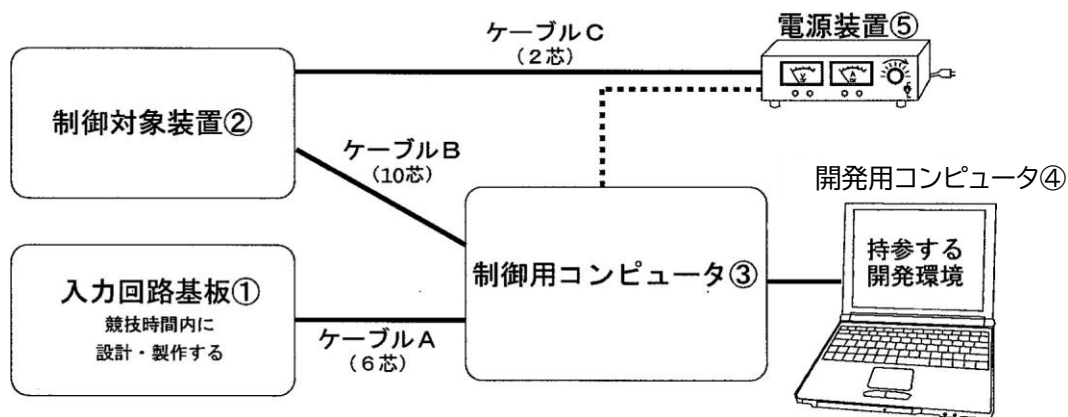

図 1 課題システムの構成
競技者は、制御対象装置②と制御用コンピュータ③、開発用コンピュータ④、電源装置⑤を、図 1 のように構成する。課題として設計・製作する入力回路基板①を制御用コンピュータ③に接続し、課題システムのハードウェアを完成させる。さらに、課題となる制御プログラムを作成し、所定の動作をする課題システムを完成させる。
- (3) ステッピングモータは、日本電産コパル製 SPG27-1101 (販売:秋月電子通商,通販コード P-11839)を使用する。
- (4) DC モータと減速ギヤは、一体化されている FEETECH 製ギヤードモータ(販売:秋月電子通商,通販コード M-1480D)を使用するが、出力軸に円盤などを付け、回転方向が容易に目視できる程度に減速できれば、モータと減速ギヤの種類は問わない。
- (5) ただし、制御対象回路に搭載されている DC モータドライバ IC の最大出力電流は、1A である。
- (6) 制御対象装置②と制御用コンピュータ③は、ケーブル B で接続する。
- (7) 制御対象装置②への電源供給は、ケーブル C (図 1 の実線)を使ってもよいし、ケーブル C を制御用コンピュータ③に接続し(図 1 の点線)、ケーブル B を経由して供給してもよい。